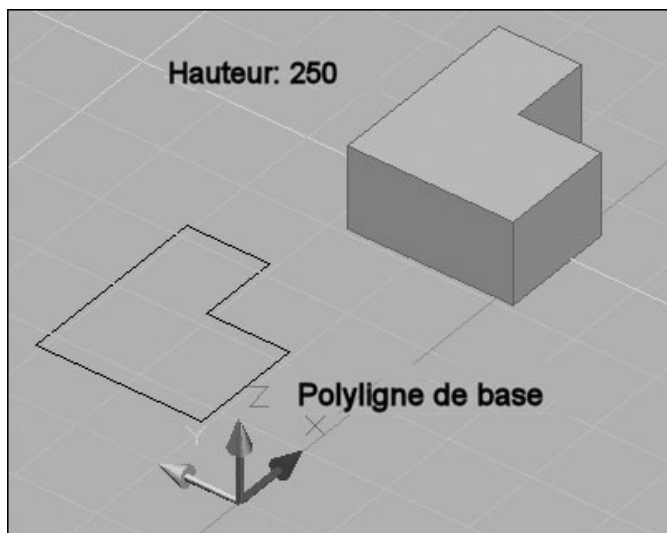

Fig.18.3
- 3 Spécifiez la hauteur (fig.18.3).